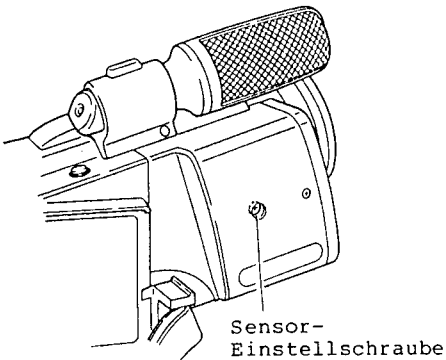

Abb. 4-14
1) Sensor-Position (Abb. 4-14)